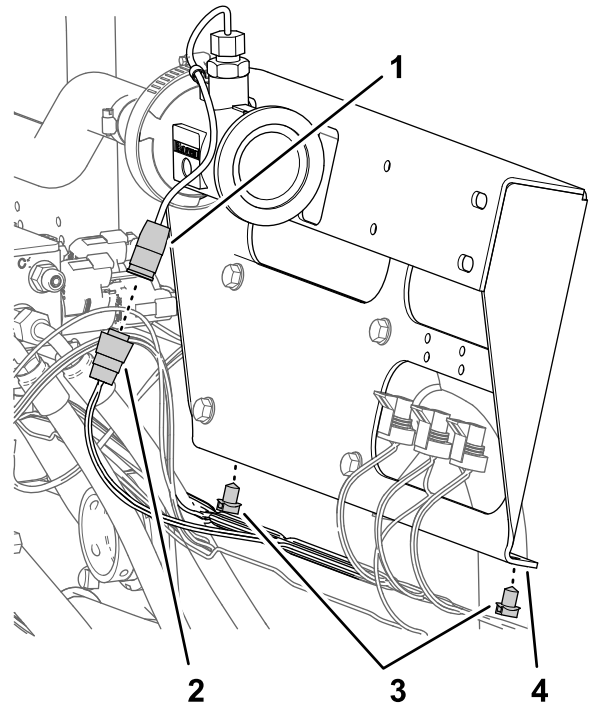

Figura 72
1. Desconecte el conector hembra de 3 vías del arnés de cables de la máquina marcado FLOW METER del conector de 3 pines del caudalímetro (Figura 72).
2. Retire las 2 grapas de cables de la máquina de la pestaña inferior del panel de las válvulas de sección (Figura 72).